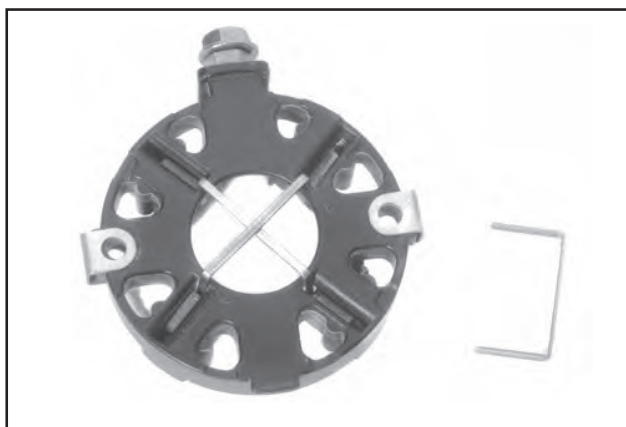

Abbildung 8-42. Endkappe Umschalter Typ "B" mit Bürsten.
4. Wird die Bürsteneinheit nicht ausgetauscht, die Bürsten in die Aufnahmen in der Halterung einsetzen. In die zurückgezogene Position bringen und die Heftklammern montieren, um die Bürsten zu halten. Siehe Abbildung 8-42.